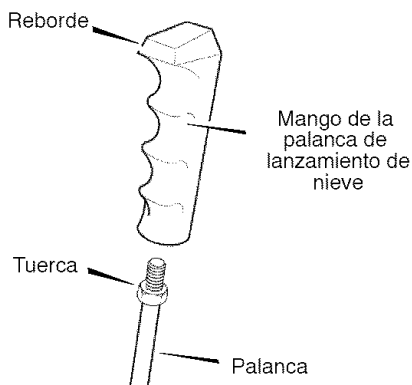

Figura 59
1. Monte el **mango de la palanca de lanzamiento de nieve** en la **palanca** hasta que quede apretado contra la **tuerca** (vea la Figura 59. En algunos modelos la **mango de la palanca de lanzamiento de nieve** viene ya instalado.